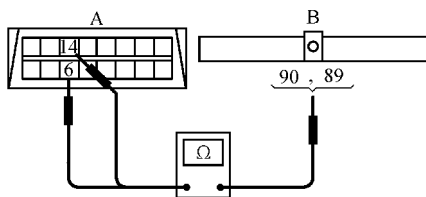

图 10-59 测试线路
2) 对照电路图测试相应的数据接口 (A) 与线束接头 (B) 之间的导通性, 如图 10-59 所示。若异常则维修线束, 否则需要进一步检修直至将故障彻底排除。